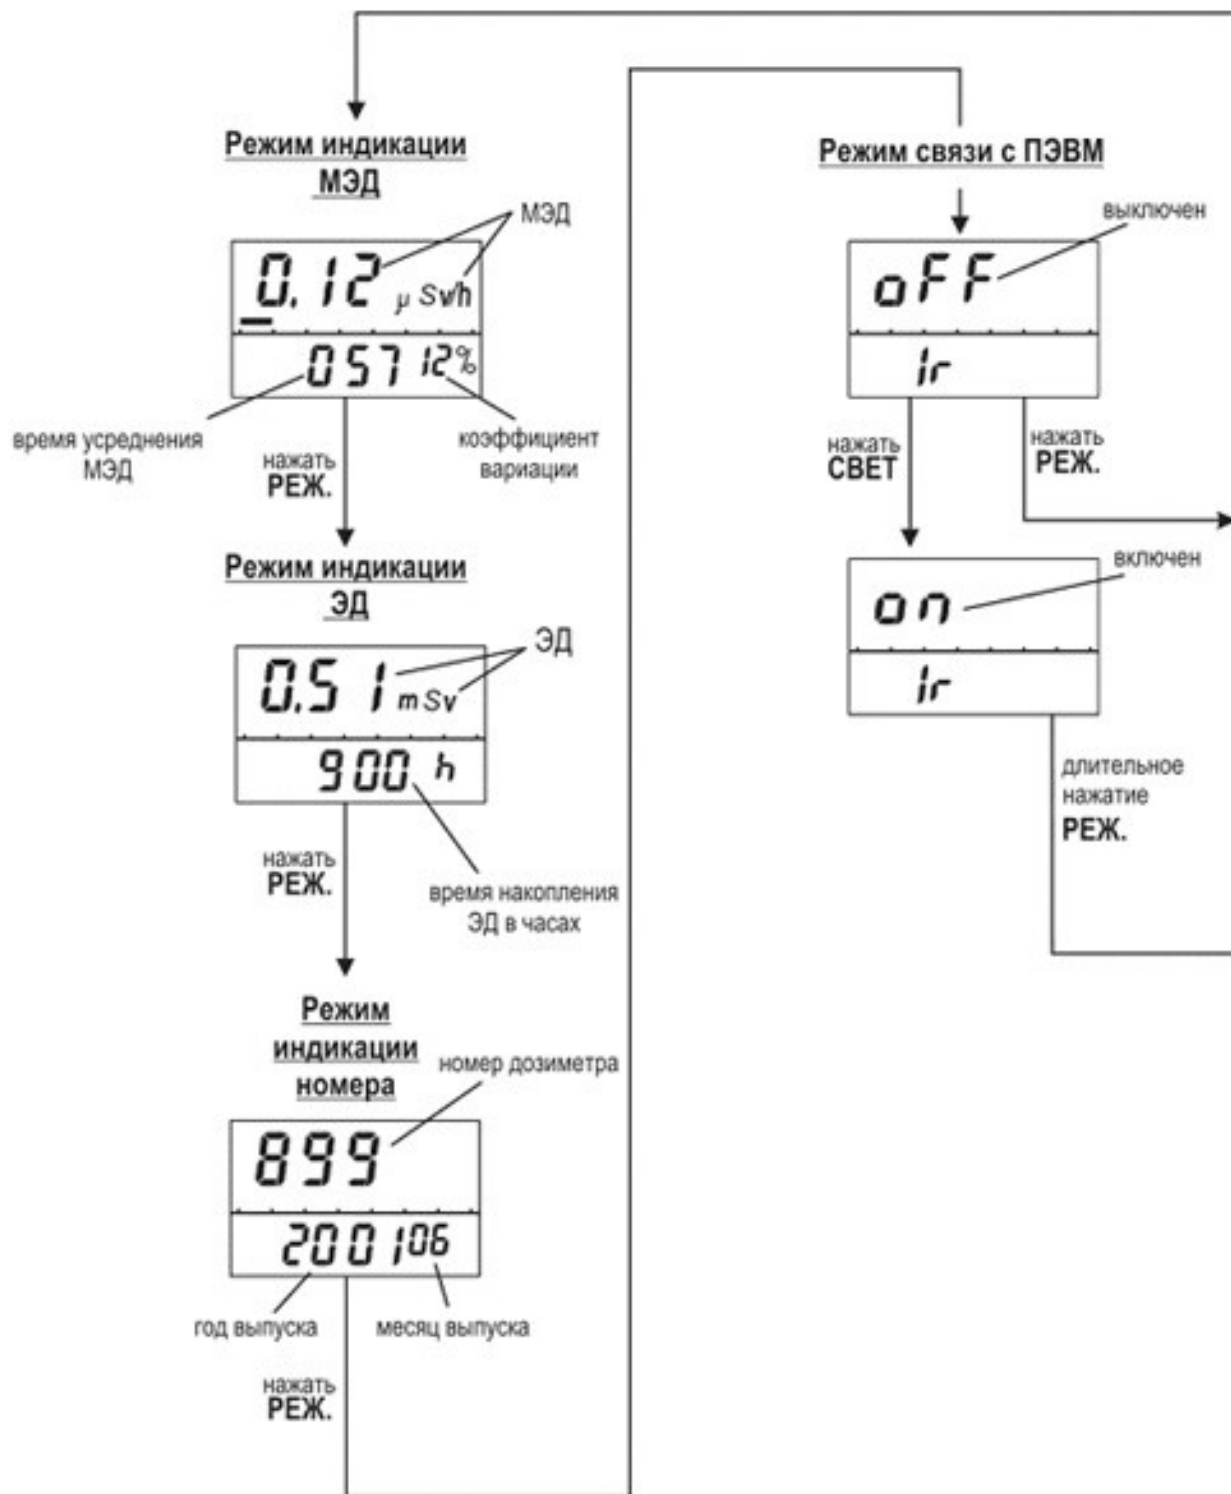

Рисунок 2.1 - Выбор режима работы (индикации) дозиметра
Режимы индикации МЭД, ЭД, номера дозиметра и обмена с ПЭВМ включаются последовательным нажатием кнопки РЕЖИМ (рисунок 2.1).
В режиме МЭД (рисунок 2.1) на ЖКИ индицируется:
В режиме ЭД (рисунок 2.1) на ЖКИ индицируется:
- с помощью кнопки **РЕЖ** (рисунок 2.1) выбрать режим обмена информацией с ПЭВМ;